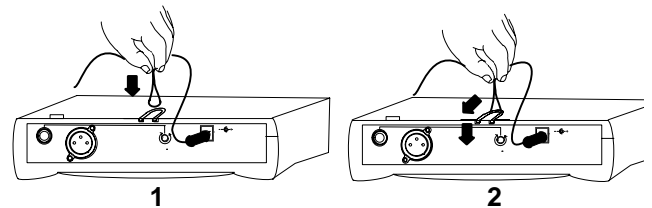

FIGURE 7. RETENUE DE CÂBLE D'ALIMENTATION T4N
1. Brancher une extrémité de l'adaptateur de courant alternatif au connecteur d'ENTRÉE courant continu situé au dos du récepteur. **T4N** : faire passer une boucle du câble d'alimentation dans la retenue de câble du dessous de l'unité. Voir figure 7. Brancher l'autre extrémité dans une source d'alimentation courant alternatif (utiliser PS20 pour le secteur 105 à 125 V c.a., 60 Hz ; PS20E ou PS20UK pour le secteur 230 V c.a., 50 Hz). Le témoin vert POWER (alimentation) du récepteur doit s'allumer.